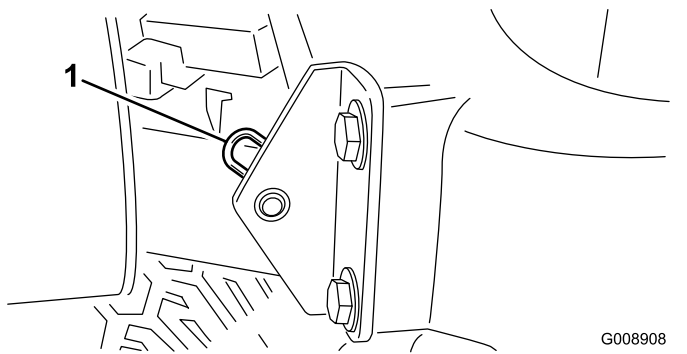

Bild 46
2. Entfernen Sie den Splint, mit dem das Gelenk der Motorhaube an den Befestigungshalterungen befestigt ist (Bild 46).